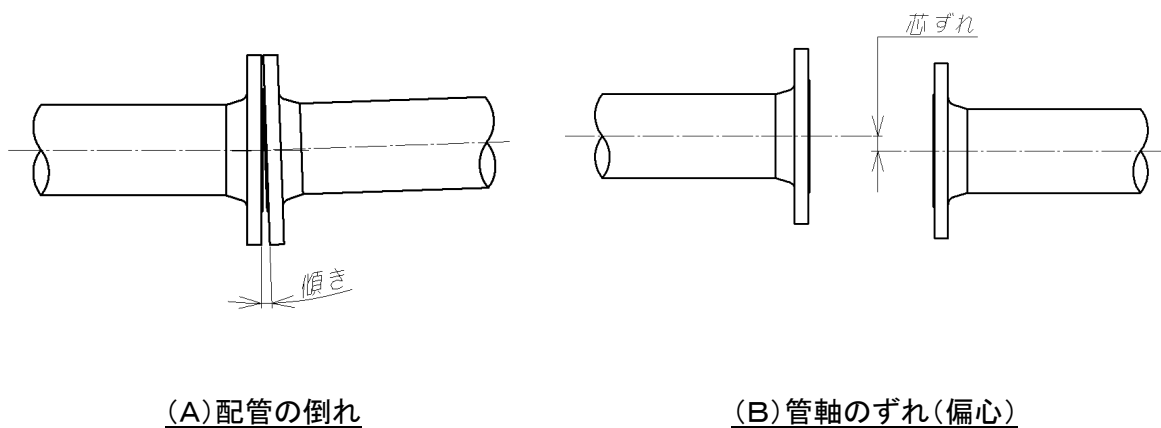

図4.1 配管の倒れと管軸のずれ(偏心)がある悪い例
(1) 配管据え付け前に、図4.1で示すような配管の倒れや管軸のずれ(偏心)が無い事を確認してください。
- ・図4.1 (A)に示す配管の倒れのある場所に無理に据え付けますと、電池式電磁水道メーターの破壊や流体漏れの原因となります。
- ・図4.1 (B)に示す配管のずれ(偏心)がある状態で据え付けますと、流体の性状によってはライニングの局部摩滅及び、偏流発生による測定誤差の原因となります。